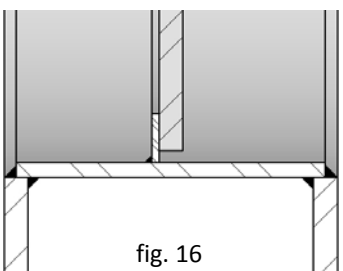

fig. 16
- **Siège 2** : Étanchéité métal / métal. Ce type de fermeture inclut des jantes spéciales qui s'adaptent au corps et aux lames. L'objectif de ces jantes est que la fermeture se réalise sur elles, de façon à obtenir une étanchéité métal / métal (fig. 16). La fuite estimée est de 1% du débit dans le tuyau. Étant donné l'épaisseur des jantes, ces dernières sont assez manipulables, ce qui permet de les ajuster aux lames facilement. L'étanchéité calculée avec ce type de fermetures est de 99%.